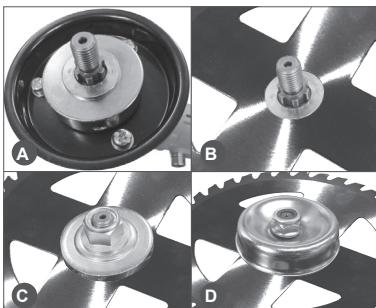

Рис. 5 Установка ножа
Установите на редуктор защитную шайбу (A) Рис.5. Установите на редуктор нож для травы (Рис.5В). При установке посадочное отверстие в ноже должно точно совпасть с выступом на шайбе. Установите прижимную шайбу ножа (Рис.5С). Установите ограничительную чашку и закрутите гайку крепления ножа (Рис.5Д).